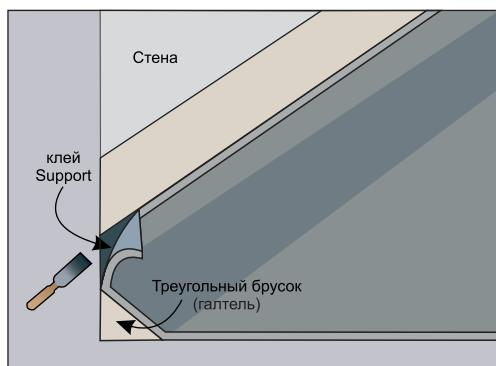

Рис. 12
- В местах подъема подкладочный ковер укладывается по крайней мере на 50 мм выше поверхности крыши и, если необходимо, оборотная часть ковра фиксируется гвоздями и приклеивается к нижнему слою (рис.12, 13).